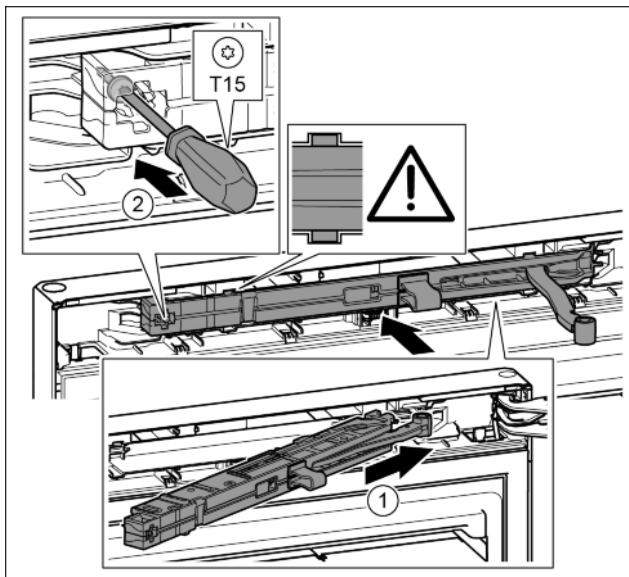

Fig. 37
- ▶ Jednotku tlumiče zavírání na straně stojanu ložiska zasuňte až na doraz šikmo do výklenku. Fig. 37 (1)
- ▶ Šroubovákem T15 pevně utáhněte šroub. Fig. 37 (2)